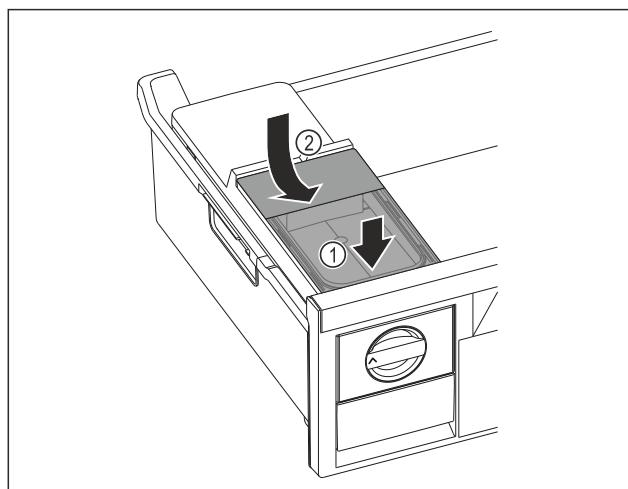

Fig. 92
- Установите бак для воды спереди. Fig. 92 (1)
- Опустите бак для воды сзади. Fig. 92 (2)